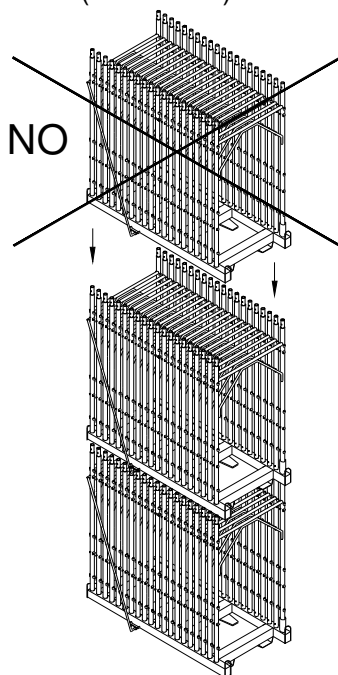

Fig. n. 7
5.6 Nell'accatastamento dei “Portatelai”, mai sovrapporre più di due contenitori uno sopra l'altro e comunque controllare sempre la corretta posizione dei contenitori (Fig. n. 7).